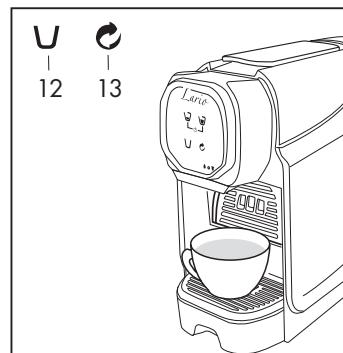

Fig. 13
- Appuyer sur le symbole (12) pour distribuer la boisson (**Fig. 13**) ; appuyer à nouveau sur la touche une fois que la quantité voulue est atteinte.
- Appuyer sur le symbole (13) pour activer la fonction rinçage (**Fig. 13**) ; appuyer à nouveau sur la touche pour arrêter la fonction.